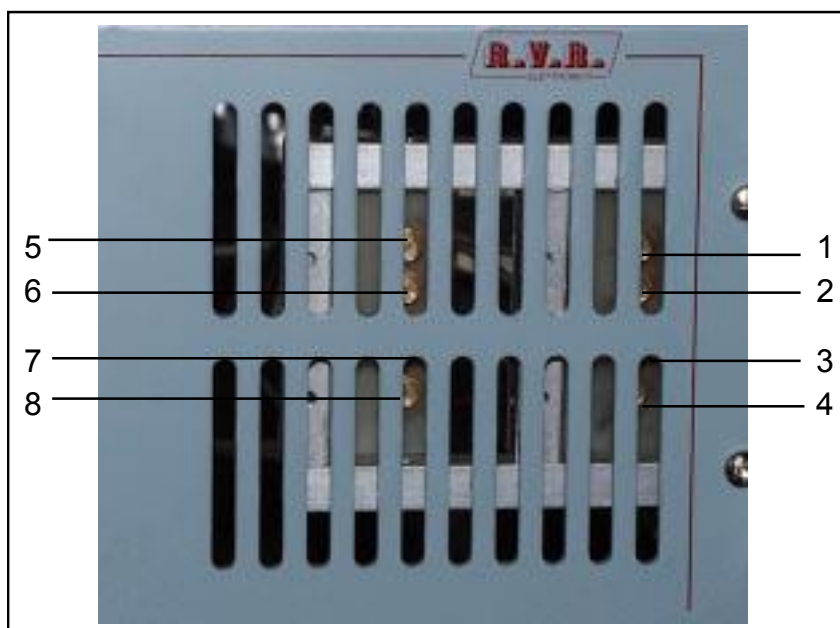

Figura 5
- Non è necessario rimuovere i coperchi dell'accoppiatore: ai trimmer si accede direttamente attraverso le feritoie per l'aerazione della macchina (figura 5)